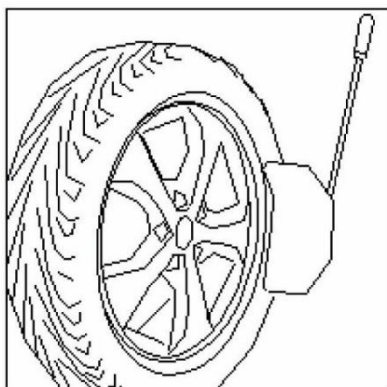

Fig. 4-3-2
- Appuyer sur la pédale (2) pour activer le décolle-talon et la relâcher lorsque la lame a atteint la fin de sa course ou dès que le talon est décollé (voir Fig. 4-3-2)